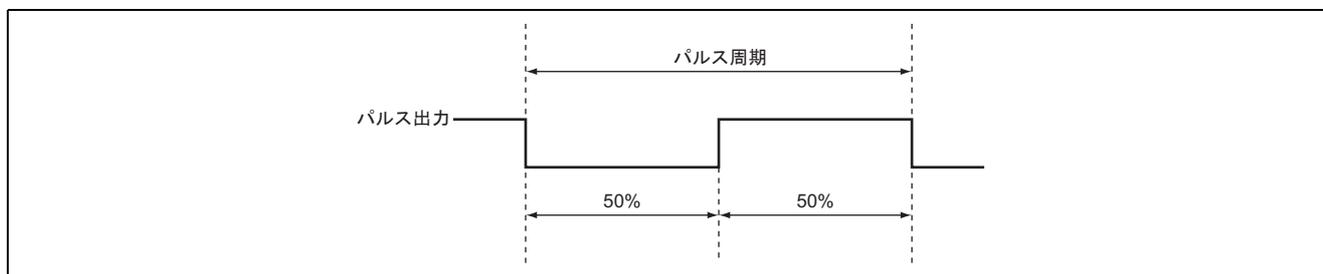

図 1 パルス出力例
- (1) 図 1 に示すように RAM に設定された周期データをもとにデューティ 50% のパルスを出力します。
- (2) 16 MHz で動作時, 出力するパルスの周期は 125ns から 8.192ms の間で任意に設定できます。